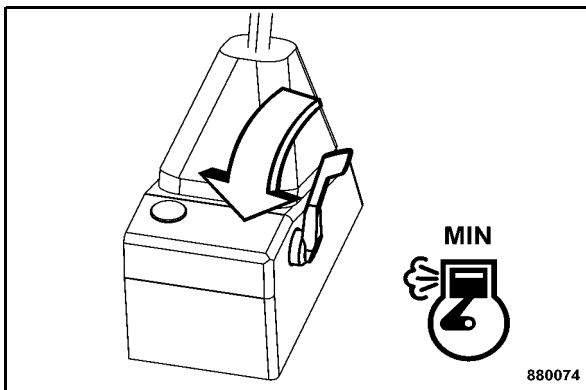

Fig. 55
- Positionner le levier de réglage du régime (Fig. 55) sur "MIN".